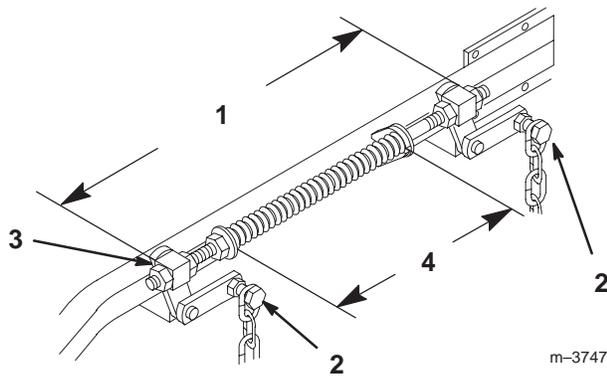

Figure 63
2. Vérifiez la pression des quatre (4) pneus et réglez-la à 90 kPa (13 psi) au besoin.
4. Relevez le plateau de coupe en position de transport et détendez les deux grands ressorts de levage du plateau en desserrant l'écrou situé devant chaque ressort (Fig. 63).
6. Desserrez les 4 boulons de chaîne supérieurs dans les fentes. Vérifiez la longueur des ensembles tige/pivot. Il doit exister un écart de 496 mm (19-17/32") entre l'extérieur du pivot arrière et l'extérieur du pivot avant (Fig. 63). Vérifiez que les quatre pivots bougent librement dans les trous.
- Les ressorts sont comprimés pour obtenir un écart de 260 mm (10-1/4") entre les deux grandes rondelles (Fig. 63).
- Tournez l'écrou devant chaque ressort pour obtenir le réglage voulu (Fig. 63). Tournez l'écrou dans le sens horaire pour raccourcir le ressort, et dans le sens anti horaire pour l'allonger.